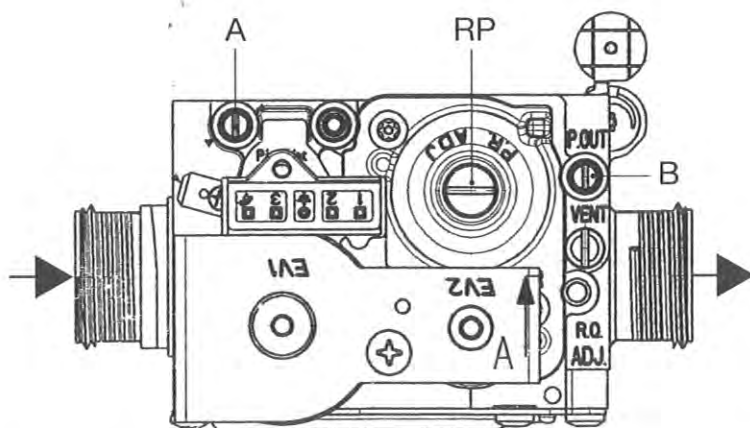

Fig. 21
5. Escludere il regolatore di pressione della valvola a gas, avvitando a fondo la vite RP della fig. 21
5. Agendo sulla vite RP della fig. 21, regolare la pressione all'iniettore fino al valore corrispondente per il gas metano (vedi tabella). Il valore della pressione all'iniettore è rilevabile utilizzando la presa di pressione B della figura 21